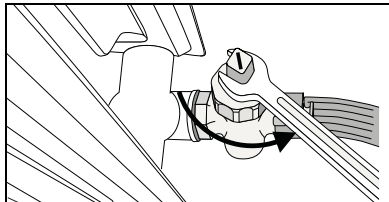

Bild 27 Töm värmeanläggningen
- Tappa ur varmvattnet från värmeanläggningens lägsta punkt med hjälp av påfyllnings- och tappningskranen eller värmeelementet (→ bild 27). Den (automatiska) avluftaren på värmeanläggningens högsta punkt/värmeelementet (→ bild 17, sidan 27) måste då vara öppen.